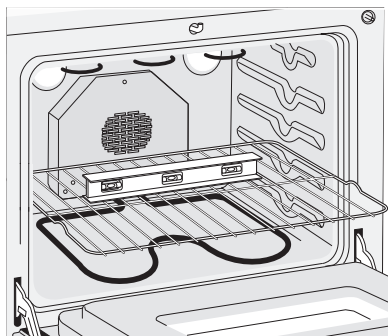
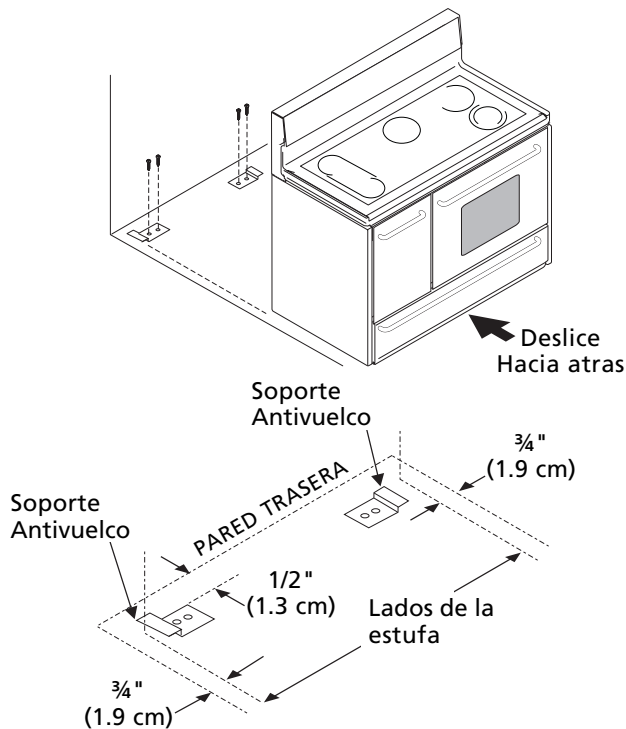

Figura 9
Figura 10
2. Ponga un nivel sobre la parrilla (vea figura 9). Tome dos lecturas con el nivel puesto diagonalmente en una dirección y después en la otra. Nivele la estufa, si es necesario, ajustando las 4 patas niveladoras con una llave de tuercas (Figura 10).